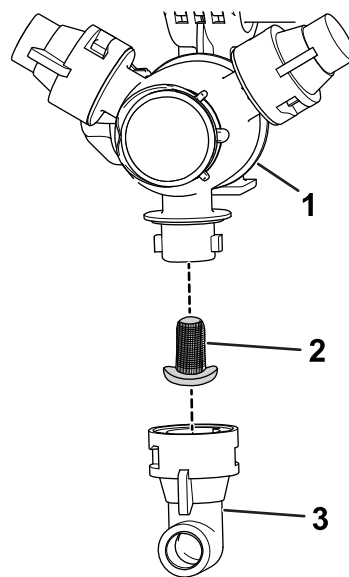

Figura 81
2. Îndepărtați duza din turela de pulverizare (Figura 81).
3. Îndepărtați filtrul duzei (Figura 81).
5. Montează filtrul duzei (Figura 81).
6. Montează duza la turela de pulverizare (Figura 81).